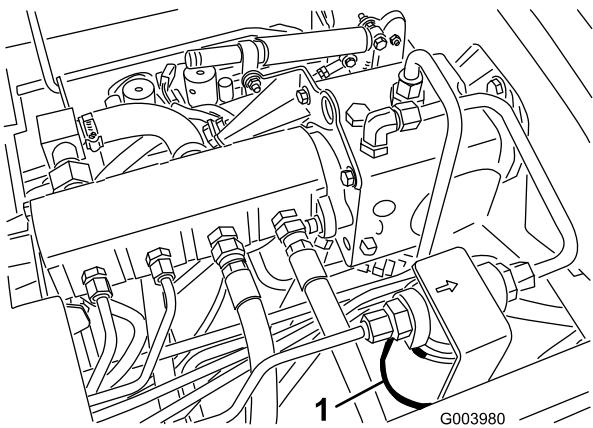
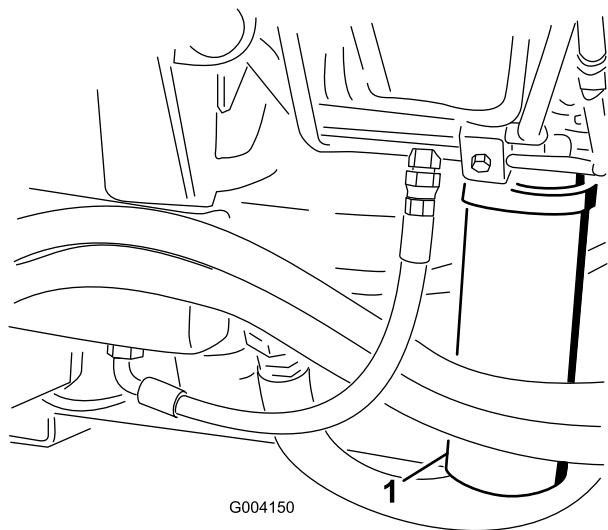

图61
图62
2. 清洁过滤器安装区域的周围，并在过滤器下面放置一个放油盘（图61）和（图62）。